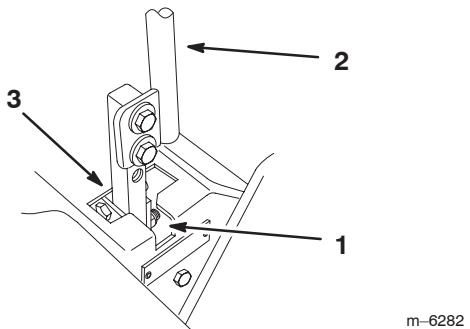

Figure 44
- Placez le levier au point mort, **sans le verrouiller** (Fig. 44).
- Vérifiez la position du levier par rapport au cran de la console (Fig. 44). Il doit être centré de façon à pouvoir pivoter vers l'extérieur jusqu'à la position de verrouillage du point mort.
- Appliquez une légère pression à l'arrière du levier, tournez la tête du boulon de réglage dans le sens voulu pour centrer le levier à la position de verrouillage du point mort (Fig. 44).